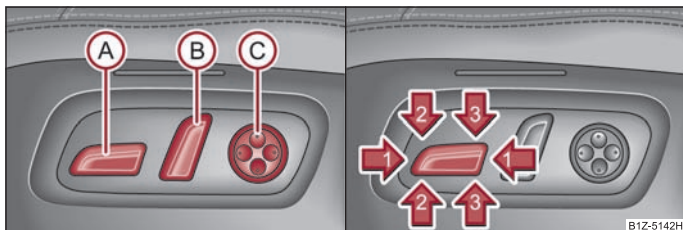

Fig. 56 Imagine din lateral: Elementele de comandă pentru reglarea scaunului/comutatorul pentru reglarea scaunului
- Apăsai comutatorul (A) ⇒ fig. 56 în față, respectiv în spate (1).